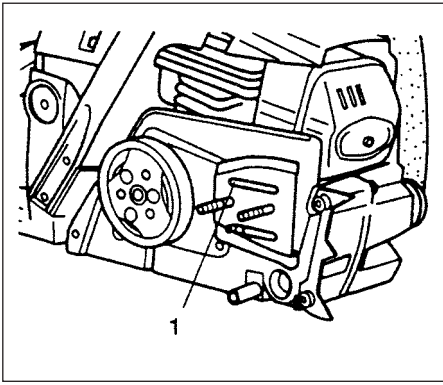

Fig.3-4
**Boca de la aceitera. (Fig. 3-4)**